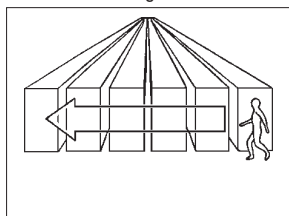

Fig. 1
- Placez le capteur de mouvements de manière à ce qu'il repère les mouvements dans la zone de détection (Fig. 1).